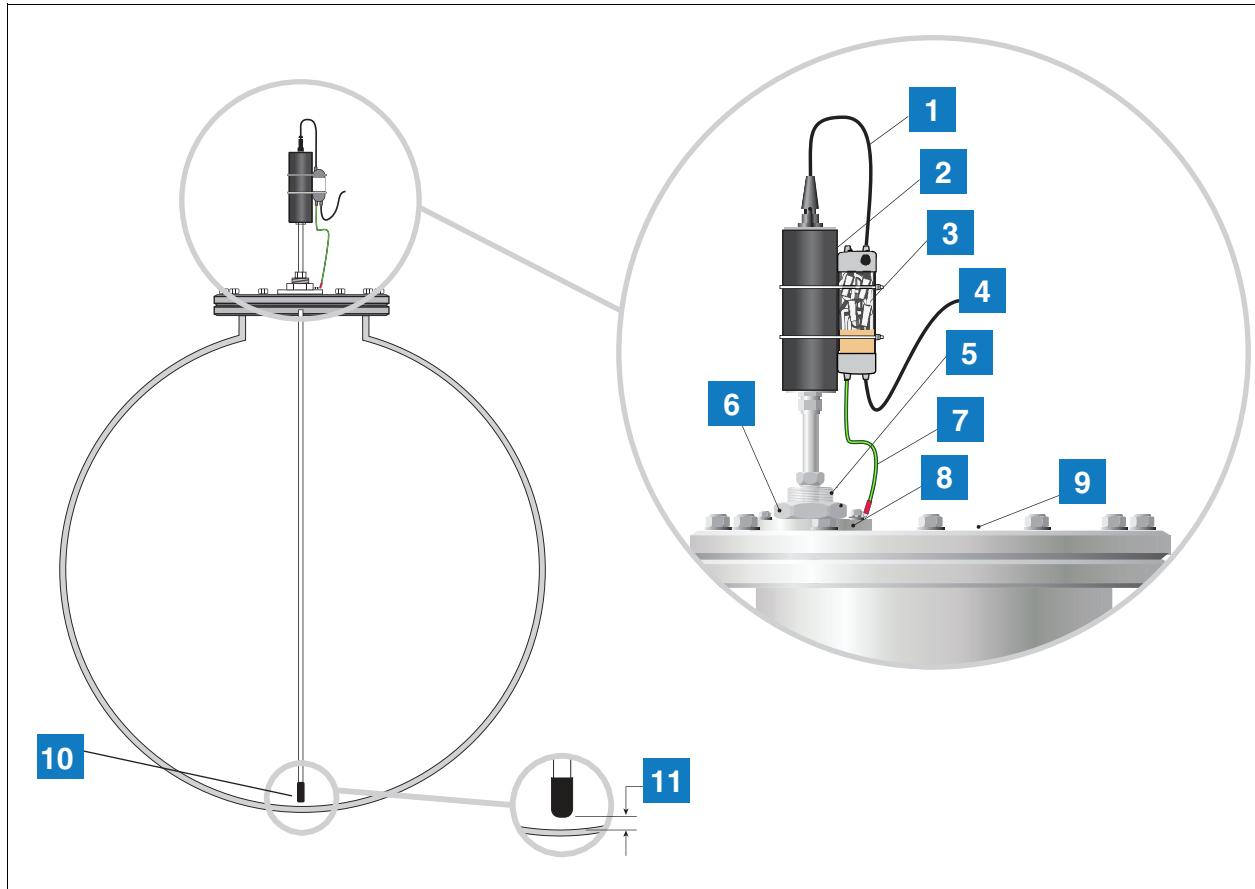

Figura 7. Installazzjoni tas-Sonda Mag taż-Żona 1 b'Konnessjoni tal-Proċess (Glandola)
Ċerti installazzjonijiet jistgħu jeħtieġu arrangiament differenti ta' mmuntar tas-sonda li jikkonsisti f'konnessjoni tal-proċess (għandola) immuntata direttament mal-ġħadu tat-tank kif muri f'Figura 7. Iridu jiġu pprovduti tapping iddedikat jew flanġ adattat jew threads li huma tapped G2 inch 11 għal kull pulzier għal DIN 2999 (BS2779). Qabel ma tinstalla jew tagħmel manutenzjoni għas-Sonda Manjetostrittiva, neħħi d-dawl input AC li dieħel fil-Console ta' TLS u ara li l-console hija mitfija. Matul il-manutenzjoni, aqla' l-kejbil tas-sonda u neħħi s-sonda mit-tank.
1. Ara Figura 7 sabiex tara x'għodda għandek bżonn biex tleсти din l-installazzjoni.
7. Qabbad il-kejbil leader tas-sonda mal-wajers tal-kamp billi tuża kaxxa ta' ġunzjoni li tiflaħ għall-ilma jew protettur minn surge b'kanal doppju kif muri fil-Figura 7.
LEĞĞENDA GHALL-KAXEX ENUMERATI F'Figura 7